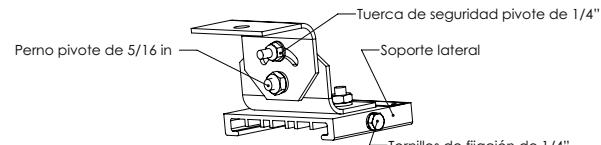

Figura 4. Detalles del soporte giratorio
- Ajuste los dos (2) tornillos de fijación de 1/4" en el soporte lateral hasta que lleguen abajo (observe la Figura 4). Ajuste la torsión a 78 pulgadas-libras (8,8 N-m).
- Ajuste la posición del accesorio en el ángulo deseado y ajuste los dos (2) pernos pivotantes de 5/16". Ajuste la torsión a 138 pulgadas-libras (15,6 N-m).